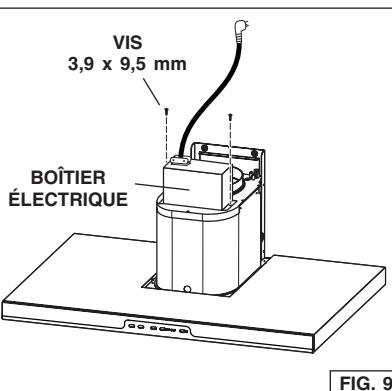

FIG. 9
- Retirez l'adhésif du boîtier électrique et fixez avec 2 vis de 3,9 x 9,5 mm Fig. 9.